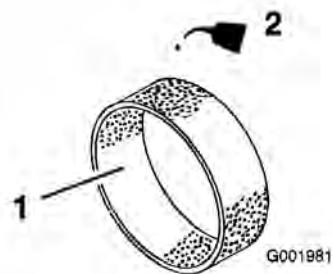

図 44
- 乾いたら新しいエンジン・オイルを30~60 cc含ませる(図 44)。